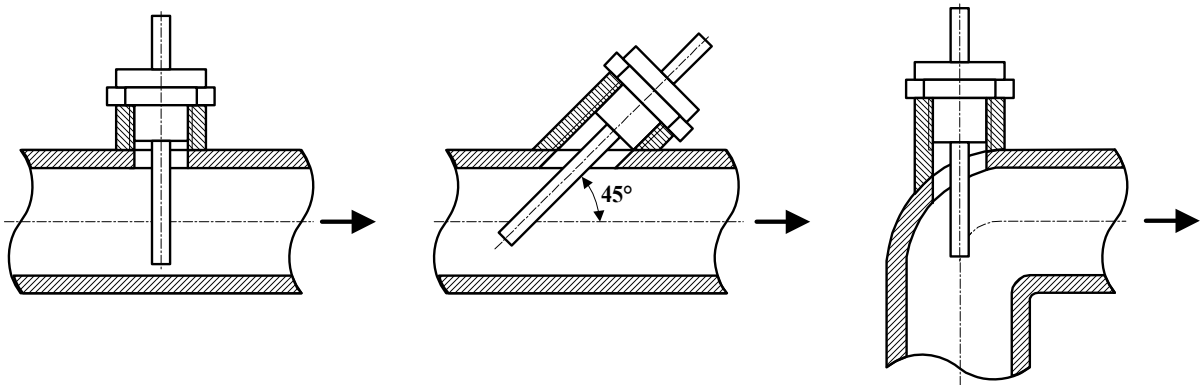

Рис. 4. Способы установки ПТ.
2.3.2. ПТ в подающем и обратном трубопроводах должны быть смонтированы одинаковым образом: либо перпендикулярно к оси трубопровода, либо наклонно навстречу потоку жидкости, либо в колено трубопровода навстречу потоку жидкости (рис.4).
Штуцер приваривается к трубопроводу таким образом, чтобы отверстие в штуцере и трубопроводе совпадали. Наклонные штуцера привариваются в таком положении, чтобы ПТ устанавливались навстречу потоку жидкости (рис.4). При сварке обращать внимание на сохранность внутренней резьбы штуцера.